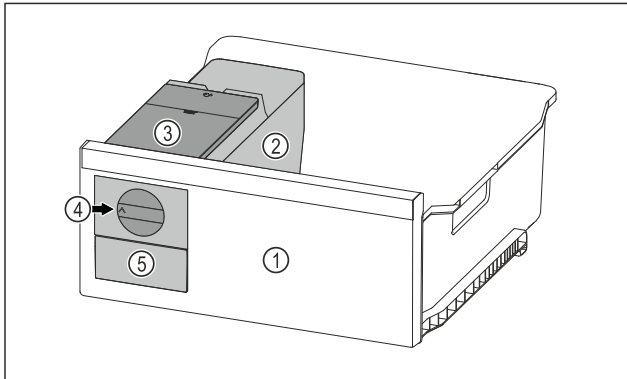

Fig. 106 Beispielfarbige Darstellung
- Drehknopf Fig. 106 (4) im Uhrzeigersinn bis zum Anschlag drehen.
- Eiswürfel fallen aus der Eiswürfelschale in das Eiswürfelschubfach Fig. 106 (5).